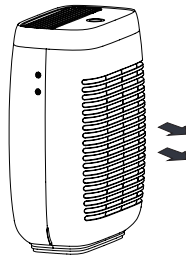

Fig.2
- Saque el filtro del envoltorio de plástico (FIG. 2)